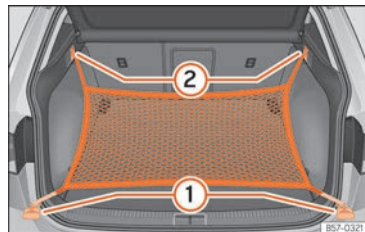

Abb. 174 Im Gepäckraum: Ösen (1) und Haken (2) zum Einhängen des Gepäckraumnetzes.
Hängen Sie die kurzen Haken des Netzes in die Verzurrösen ein »» (Abb. 174) ① »» ⚠. Der Reißverschluss des Gepäckraumnetzes muss dabei nach oben zeigen.